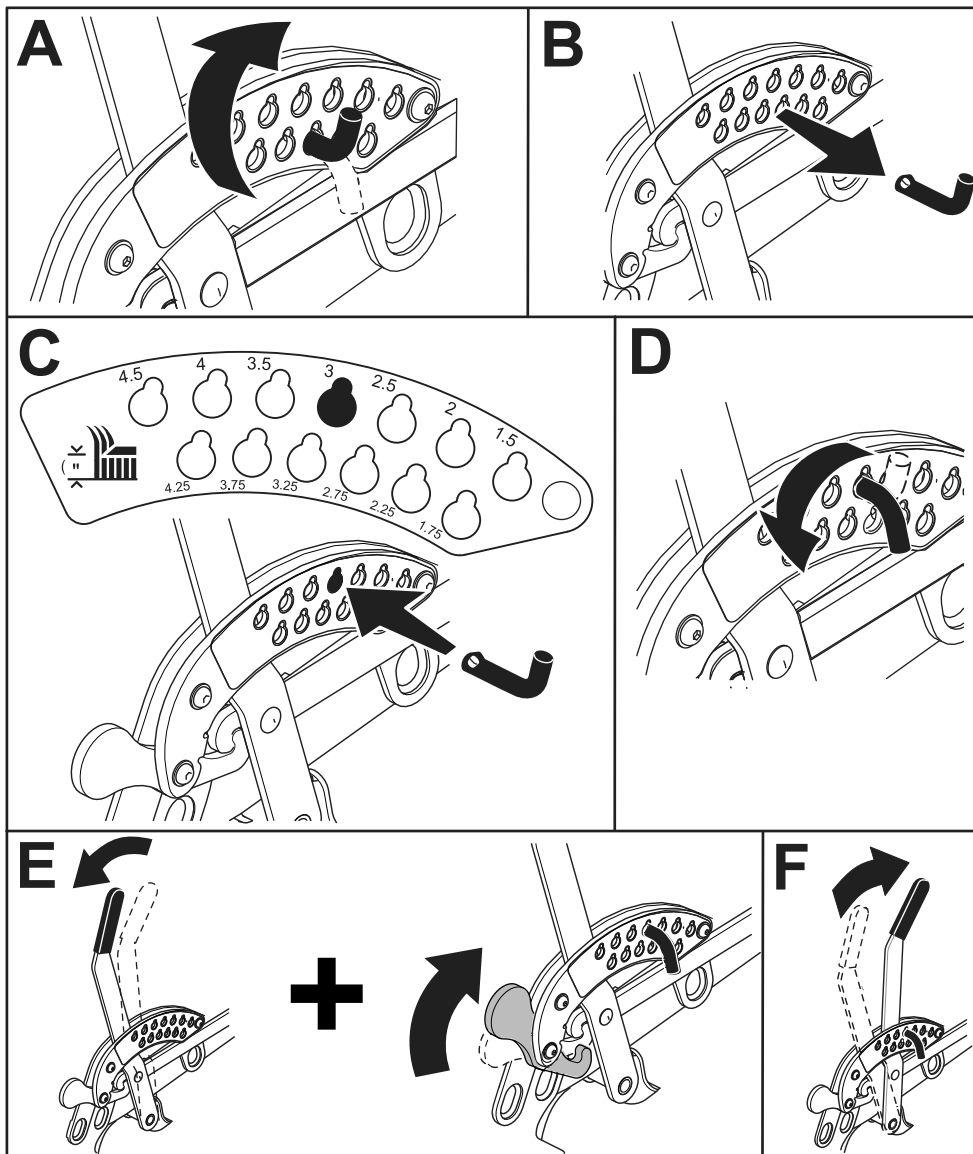

Figure 4
5. Placez la goupille de hauteur de coupe à la position 76 mm (3") ; voir Figure 4.